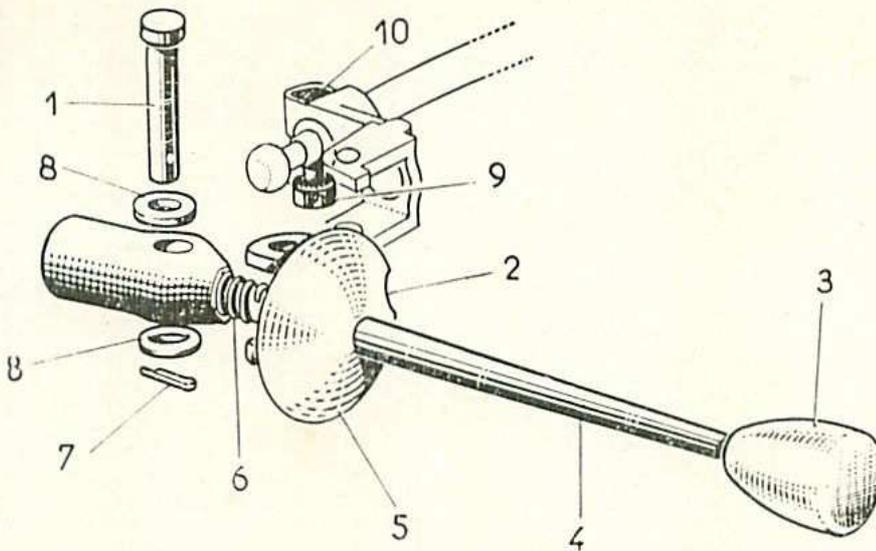

Fig. 25. — Détail du levier de commande des vitesses.
- Mettre en position marche arrière le levier de commande des vitesses, puis déposer l'écrou (9) (fig. 25), la rondelle et l'axe (10) fixant la gaine de sélection sur la chape.
- Dévisser la poignée (3) du levier de commande (4).
- Déposer la goupille (7), les 2 rondelles (8) et l'axe (1) fixant le levier (4) et sa rotule (5) sur la chape.
- Dégager, d'abord, la rotule du câble de sélection des vitesses de l'extrémité du levier de commande; puis retirer le levier de commande (4) et le ressort de rappel (6) par l'intérieur du support de direction, enfin dégager la rotule (5) de la chape.